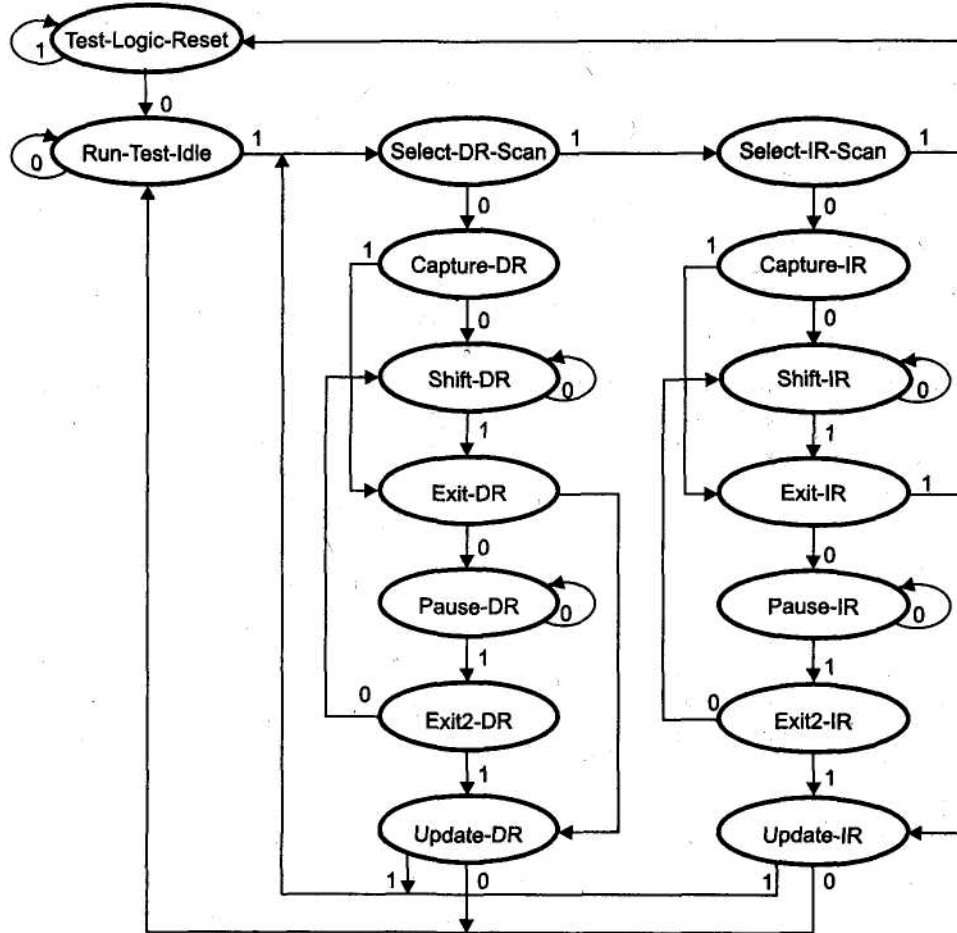

Рис. 11.8. Граф состояний и переходов контроллера TAP
*Контроллер тестового порта* (TAP-controller) представляет собой синхронный конечный автомат, изменяющий состояние по фронту сигнала TCK и по включению питания. Сменой состояний управляет сигнал TMS (Test Mode State), воспринимаемый по положительному перепаду TCK. Граф состояний и переходов управляющего автомата представлен на рис. 11.8. Около стрелок переходов указаны значения сигнала TMS во время фронта TCK.